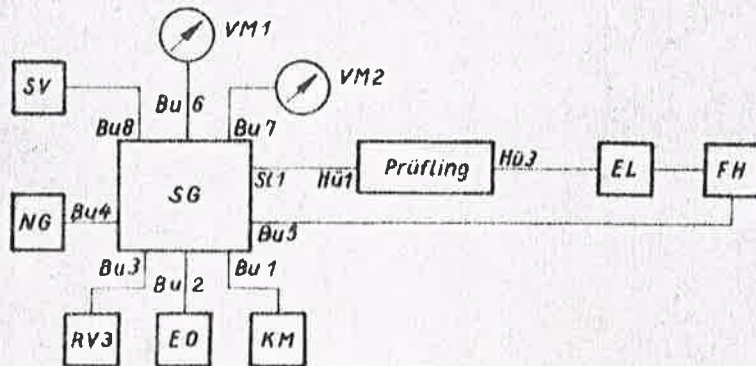

Bild 10
- Prüfling mit der Anschlussvorrichtung SG und EL gemäß Bild 10 verbinden.